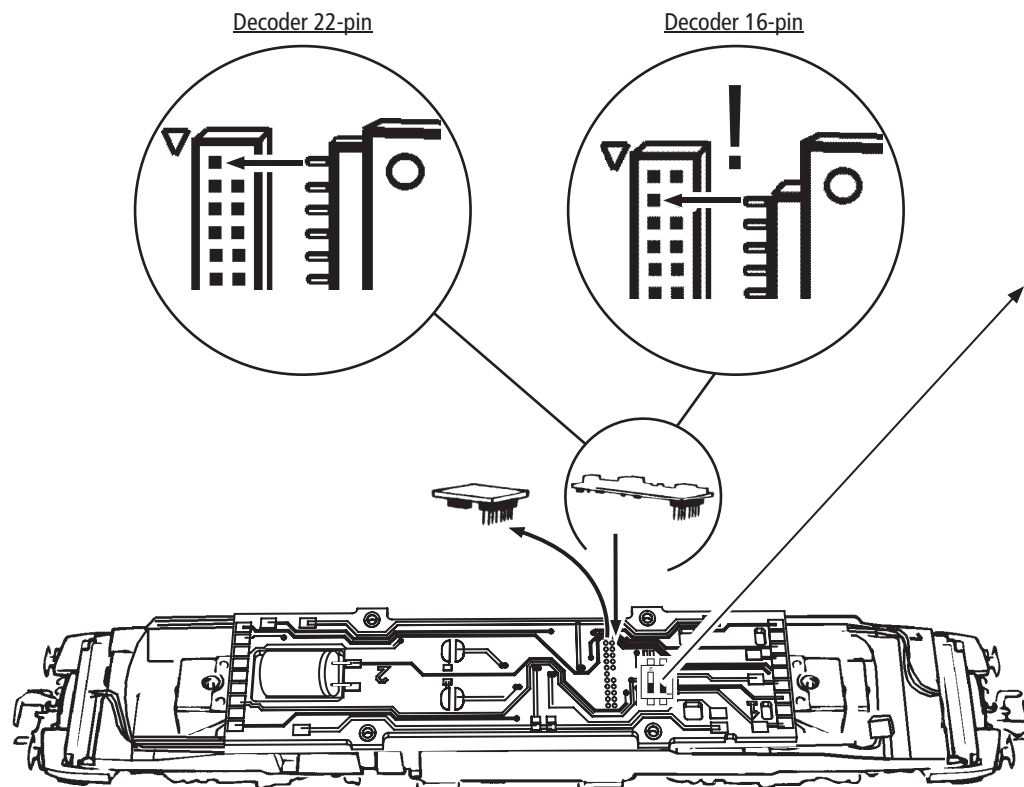

Fig. 7
2. Schmierung: Versehen Sie die im Schmierplan in Fig. 7 gekennzeichneten Stellen mit nur **kleinen Öltropfen**. Dazu zuerst das Lokgehäuse abnehmen (Fig. 4). Wir empfehlen den **ROCO Öler Art.-Nr. 10906**. Fürs Schmieren der Getriebeteile (Zahnräder, Schnecke) empfehlen wir das **ROCO-Spezialfett Art.-Nr. 10905**. Im Falle der Schmierung diese Teile **nicht ölen**.
2. Lubrication: Apply **tiny oil drops** to spots marked in fig. 7. Prior to lubrication dismantle locomotive (fig. 4). We recommend using item no. **10906, Roco oiler**. For lubrication the gearparts (e.g. cogwheels, worm) we would recommend our Roco **special grease** (item no. **10905**).
2. Graissage: N'appliquez **qu'une toute petite goutte** aux endroits indiqués par le plan de graissage (fig. 7) après avoir démonté la caisse de la locomotive (fig. 4). Nous vous recommandons le **graisseur à huile Roco réf. 10906**. Pour graisser les engrenages (roues dentées, vis sans fin) nous vous conseillons la **graisse spéciale Roco réf. 10905** pour engrenages en matières synthétiques. Lorsque vous utilisez cette graisse il faut éviter d'huiler ces composants.